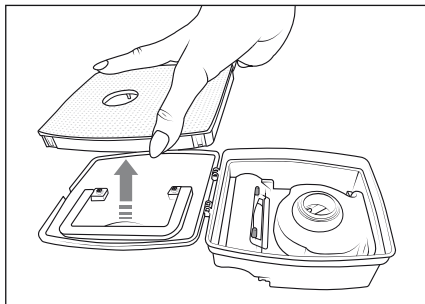

Fig. 9
- 4) Tire del filtro EPA **7** para retirarlo de la tapa del depósito de polvo **12** (consulte la fig. 9).